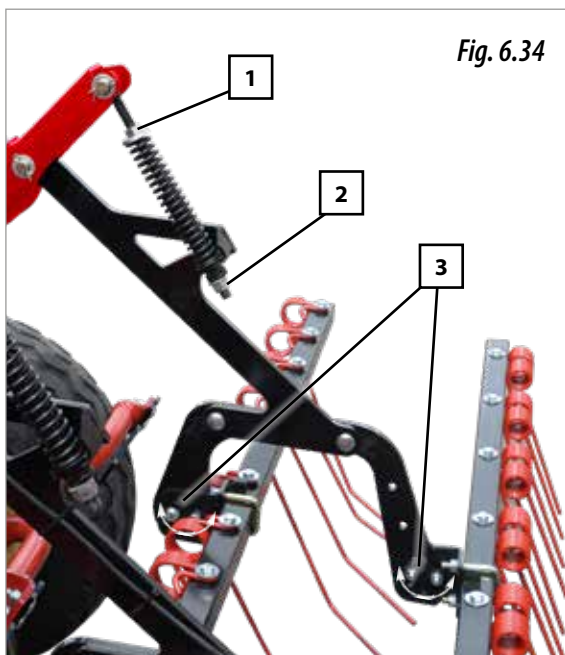

Fig. 6.34
Intervenir sur l'écrou inférieur (2, Fig. 6.34).
Intervenir sur l'écrou supérieur du tenseur (1, Fig. 6.34).
**1-** Deserrer les écrous et les vis (3, Fig. 6.34) qui supportent la barre porte-dents (herse avant et / ou arrière selon les besoins).
**3-** Fixer la position de la herse en serrant les écrous et les vis (3, Fig. 6.34)